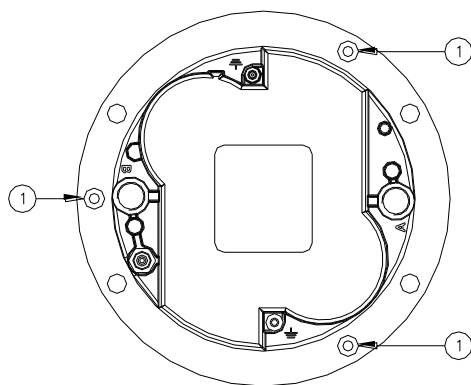
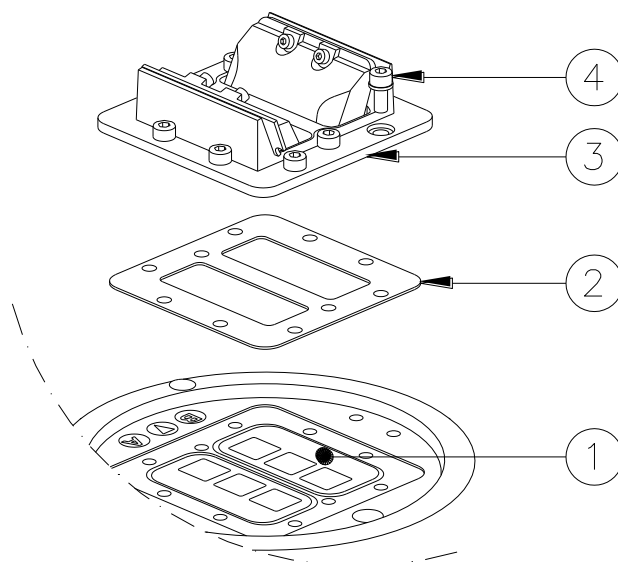

Figura 21 – Viti di fissaggio del coperchio inferiore
Figura 24 – Superficie del prisma da pulire
- tre viti di bloccaggio TSP TORX M5x10 (Figura 21 - n°1);
- rimuovere lo squadretto ferma prisma (Figura 24- n°3) svitando le relative viti TCEI M5x12 (Figura 21 - n°4)
- rimuovere la guarnizione ferma prisma (Figura 24 - n°2)
- pulire il prisma (Figura 24- n°1) con prodotto non abrasivo